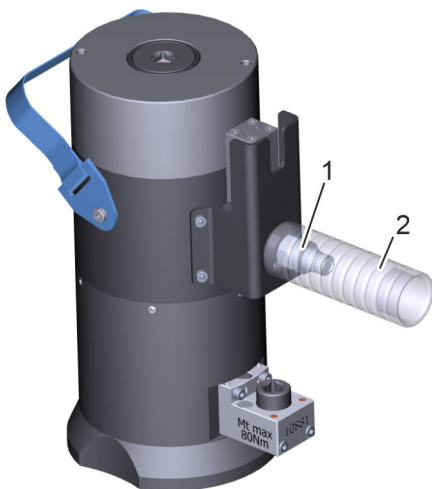

Fig. 20: Afskruning af håndtag
4. ➤ Skru håndtaget (Fig. 20/2) af for at komme til hydraulikslangetilslutningen (Fig. 20/1).
Skru håndtaget (Fig. 20/2) på.